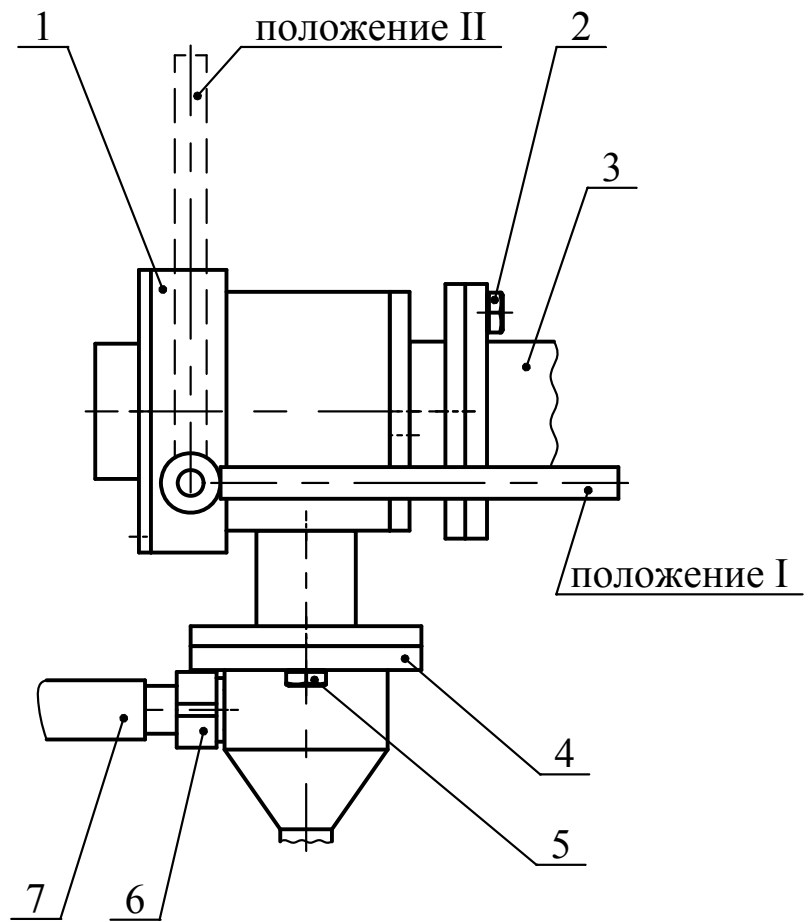

Рисунок 5 – Газоструйный аппарат
- отвернуть болты 5 (рисунок 5) и снять газоструйный аппарат;
- отвернуть болты 2 (рисунок5) и снять кран газоструйного аппарата в сборе с газоструйным аппаратом;